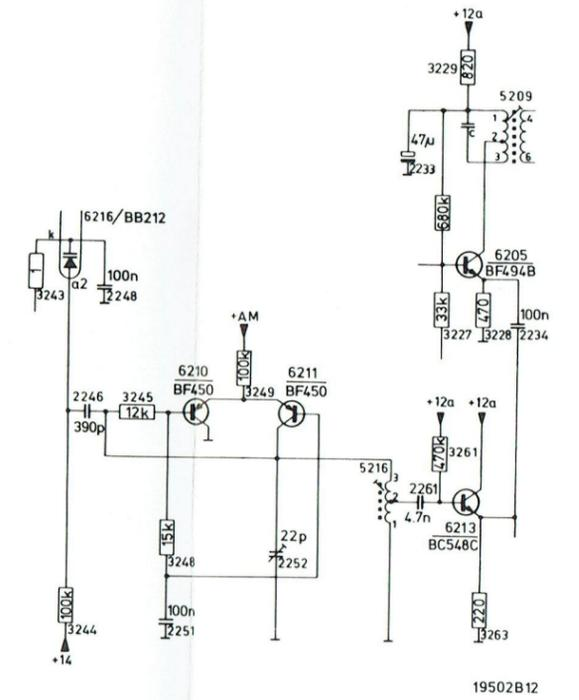

Fig. 16
- L'oscillateur est formé en position PO (fig. 16) de TS6210, 6211, S5216, C2246, 2248, 2252 et de D6216a2,k. Le circuit d'oscillateur fonctionne avec deux transistors qui sont successivement en conduction et bloqués. Supposons que le courant dans TS6211 devienne plus important. Une tension apparaît sur la bobine et la tension de base de TS6210 devient plus positive. Ce transistor sera moins conducteur et étant donné que le courant dans R3249 est constant, le courant dans TS6211 devient plus important. Ce processus se poursuit jusqu'à ce que TS6211 conduise au maximum et que TS6210 se bloque. Il n'y a pas de changement de courant dans S5216 et la tension sur la bobine diminue jusqu'à zéro. La commande de TS6210 disparaît, TS6210 est légèrement conducteur et le courant dans TS6211 diminue. La tension aux bornes de la bobine devient négative et la tension de base de TS6210 devient moins positive. Le courant dans TS6210 augmente et celui dans